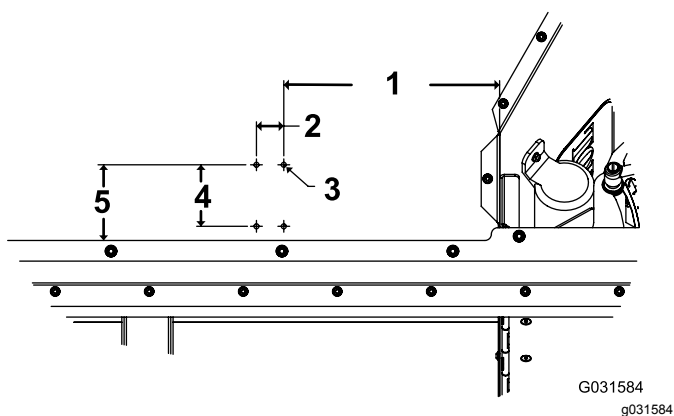

Figura 6
1. Faça quatro furos de montagem (7 mm) na parte lateral do dispositivo de recolha. Consulte a Figura 6 para obter as dimensões de perfuração.